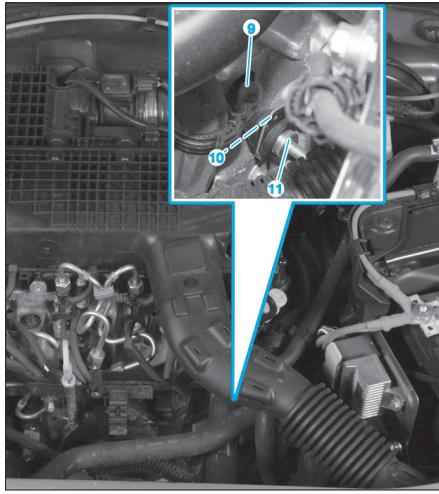

Fig. 5
- Déposer le bouchon (9) sur l'orifice de purge de la canalisation de la butée hydraulique (Fig.5).
- Appuyer sur l'agrafe (10) de la canalisation.
- Tirer d'un cran, la canalisation (11) pour libérer l'orifice de purge.
- Déposer le bouchon de purge (9) (Fig.5).
- Tirer d'un cran la canalisation (11) de commande d'embrayage pour libérer l'orifice de purge.
- Appuyer sur l'agrafe (10) (Fig.5).